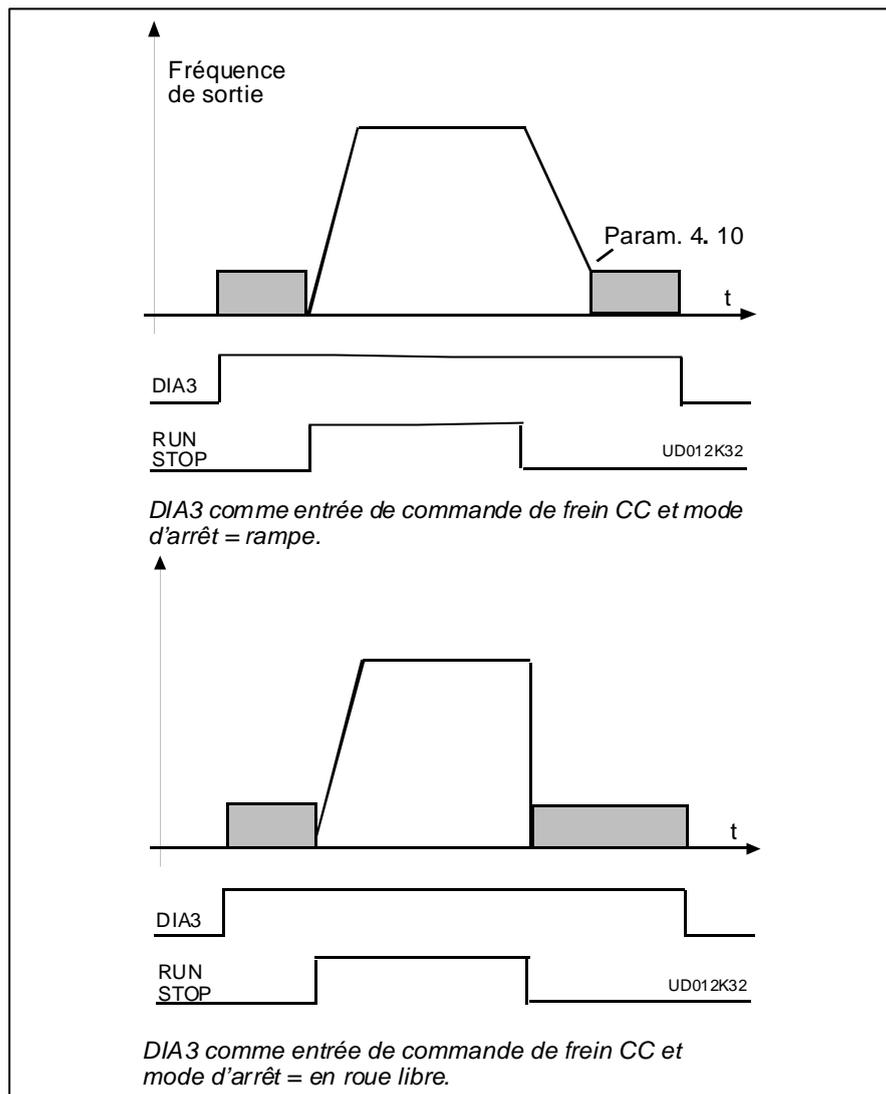

Figure 3.5-4 DIA3 comme entrée de commande de freinage à CC:
- 9: Commande de freinage à courant continu contact fermé = Dans le mode d'arrêt, le freinage à courant continu opère jusqu'à ce que le contact soit ouvert, voir figure 3.5-4. Le courant de freinage à courant continu est réglé avec paramètre 4.8.